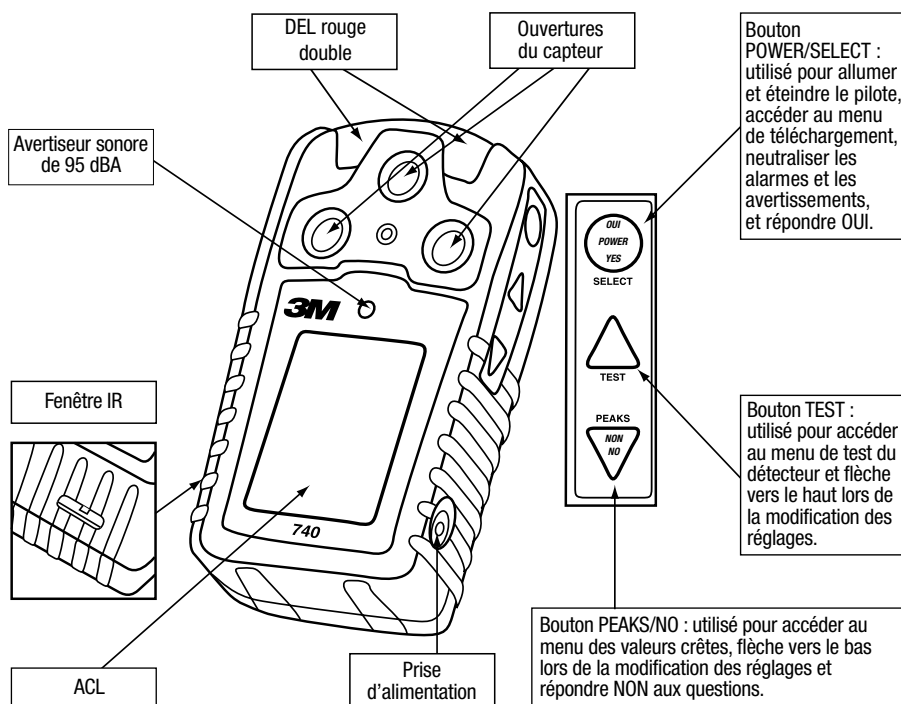

Fig. 1 — Fonctions du détecteur de série 740
Les composants du détecteur sont montés dans un boîtier en plastique ABS/PC de 12,2 x 6,9 x 3,6 cm (4.8 po haut. x 2.7 larg. po x 1.4 po prof.) (Fig. 1). L'affichage (ACL), l'orifice d'admission du capteur, l'ouverture de l'alarme sonore et la DEL de l'alarme visuelle se trouvent sur la face avant de l'appareil. Les boutons POWER/SELECT, TEST et PEAK/NO (mise sous tension, sélection, test, valeurs crête et réponse négative aux questions), ainsi que la prise d'alimentation sur l'un des côtés de l'instrument. Sur l'autre côté de l'instrument se trouve la fenêtre de communication aux infrarouges (IR). L'arrière de l'appareil comporte une pince crocodile pour poche ou ceinture et une étiquette sur laquelle figurent l'information relative à sécurité intrinsèque et le numéro de série.